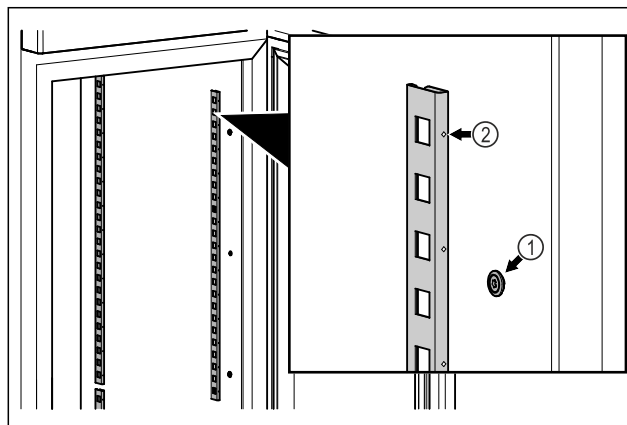

Fig. 79 Príklad zobrazenia
- Koľajničky zavesíte do závesu Fig. 79 (1). Označenie Fig. 79 (2) musí ukazovať dopredu.